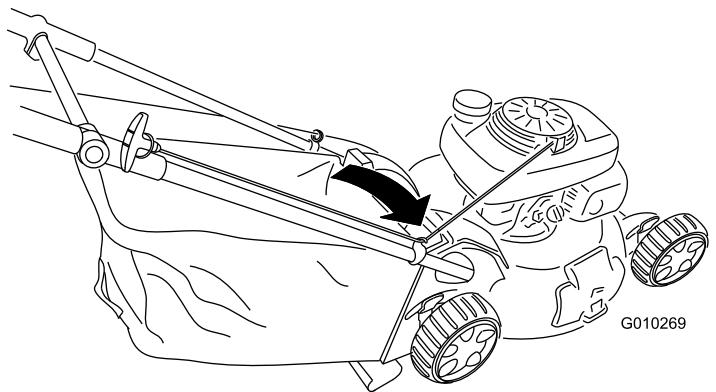

Bild 32
- Verlegen Sie das Starterkabel um die untere Kabelführung (Bild 32).